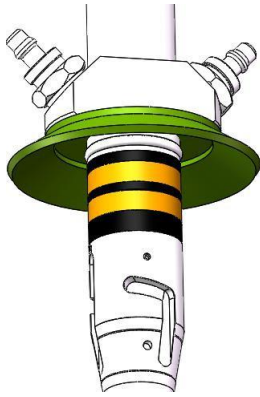

图 3 保护帽与光纤头
2. 如图 3 所示, 请将保护帽的中心孔对准光纤接头, 套在光纤接头上。注意保护帽下方露出光纤头上全部的密封圈。